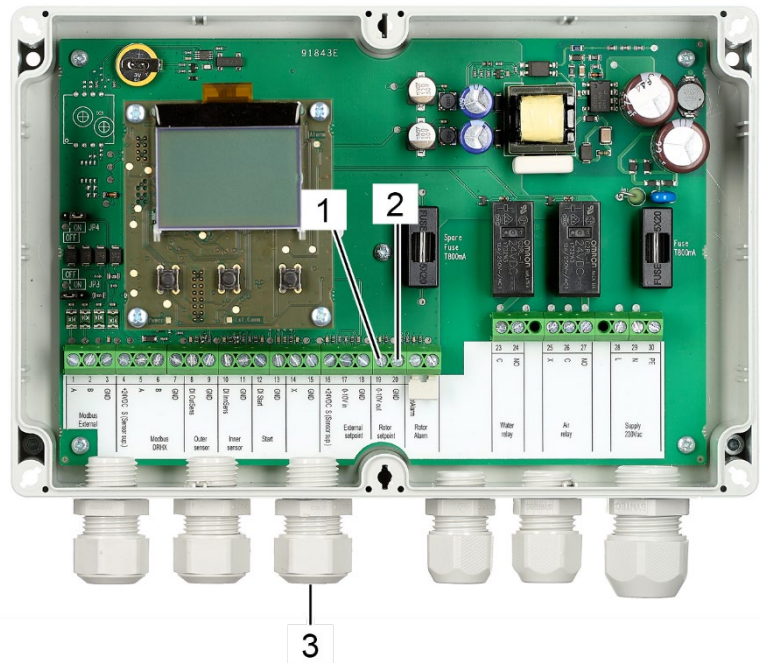

Abbildung 88: Terminals internes Rotordrehzahl Steuersignal zur Rotorsteuerung des Rotationswärmetauschers
17. Führen Sie das externe 0 - 10 V Signalkabel zur Rotorsteuerung durch die Kabelbuchse (Abbildung 88/3).
18. Externe 0 - 10 V Ausgangssignalleitung an Terminal 19 (Abbildung 88/1, 0-10V in) anschließen.
19. Schließen Sie das Erdungskabel des externen 0 - 10 V Ausgangssignals an Terminal 20 (Abbildung 88/2, GND) an.